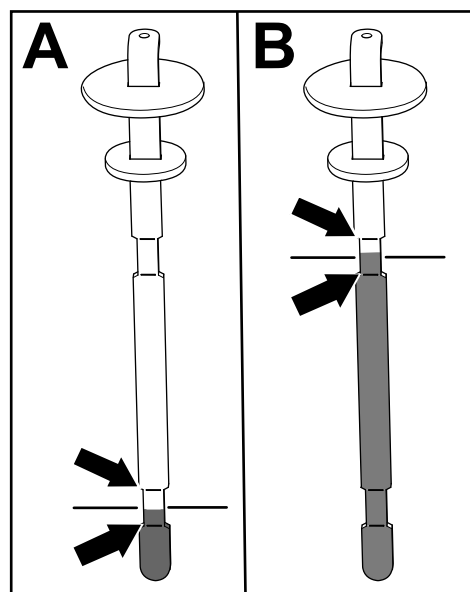

Figure 80
5. Ressortez la jauge et vérifiez le niveau de liquide (Figure 80).
- Si l'unité de coupe est montée sur la machine : le niveau de liquide hydraulique est correct quand il se situe entre les 2 repères inférieurs sur la jauge (A de la Figure 80). Il est également acceptable que le niveau de liquide dépasse les repères inférieurs.
- Si le kit flexible d'outil à entraînement hydraulique est monté sur la machine : le niveau de liquide hydraulique est correct quand il se situe entre les 2 repères supérieurs sur la jauge (B de la Figure 80).